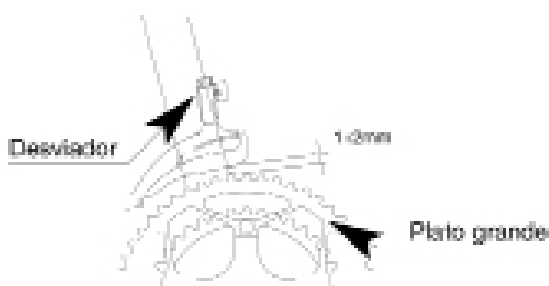

figura 7.
- Verticalmente la posición ha de ser tal que con el desviador y la cadena colocados en el plato intermedio la distancia entre la parte inferior de la placa externa del desviador y el extremo de los dientes del plato grande sea de 1 a 3mm, tal y como puede observarse en la figura 7: